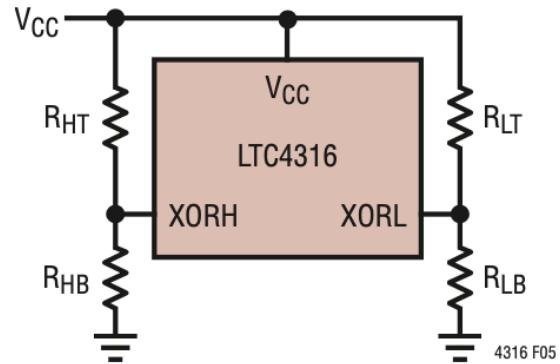

Abbildung 11: Translation Byte [9]
Bei Kommunikation vom Raspberry Pi zum Sensor wird dann die I2C Adresse mit einem Faktor (Translation Byte), welcher mit diskreten Widerständen eingestellt wird mit Formel (1) verrechnet, um so die Adresse anzupassen (XORH,XORL). Um das Translation Byte einzustellen müssen die Widerstände R_{HT} , R_{LT} , R_{HB} und R_{LB} wie in Abbildung 11 am LTC4316 angeschlossen werden.